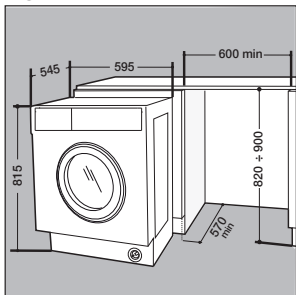

Fig. 6
- Shtyjeni pajisjen në pjesën e hapur, duke e përputhur atë me dollapët (fig. 6).